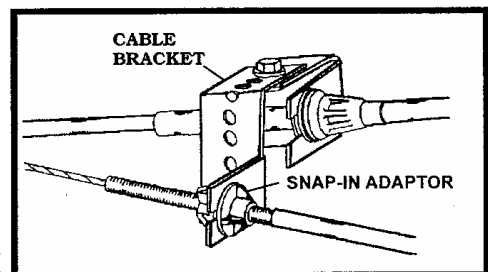

Figure 22
3. 將壓扣式外管接頭推入托架上的方型洞口。(Figure 22~23)